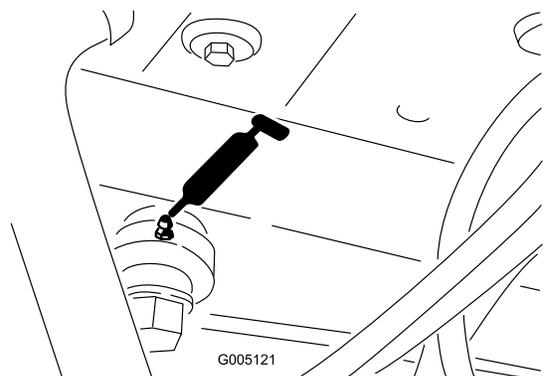

Figure 33
- Extrémité de vérin de direction (Figure 33).